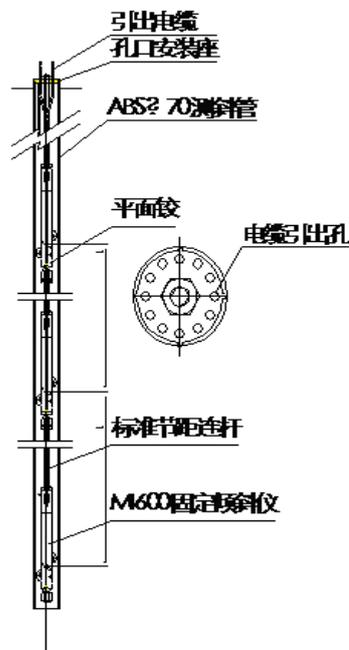

图 3.1 固定倾斜仪垂直安装
- d) 当将第二组轮放入测斜管时，传感器尾端备有万向节，故应注意校直后再接续导入。参见图 3.1。